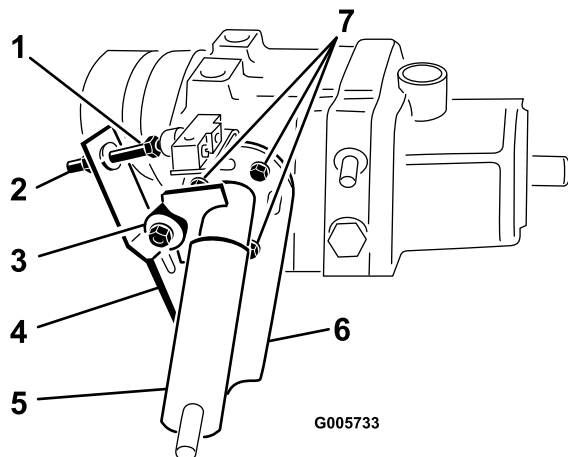

Figura 72
1. Aparque el vehículo en una superficie nivelada y pare el motor. Ponga el freno de estacionamiento, incline el asiento hacia adelante y accione la palanca de la bomba (Figura 72) para asegurarse de que el conjunto está correctamente asentado y que funciona libremente. Corrija cualquier discrepancia.
(Figura 72). Si la rueda gira hacia atrás, golpee la placa de la bomba en el sentido de las agujas del reloj (Figura 72). Cuando la rueda deje de girar, apriete los tornillos de caperuza que sujetan la placa de la bomba contra el lado de la transmisión. Compruebe el ajuste con el acelerador en las posiciones LENTO y RÁPIDO.
- El cojinete de bolas tiene holgura o está desgastado (Figura 72).
- Las ballestas están débiles o dañadas (Figura 72). Cámbielos.
2. Accione la palanca de la bomba (Figura 72) para asegurarse de que todas las piezas funcionan libremente y están bien asentadas.
3. Afloje la contratuerca. Gire el tornillo de ajuste del interruptor (Figura 72) hasta que quede un espacio entre la cabeza del tornillo y el botón del interruptor.